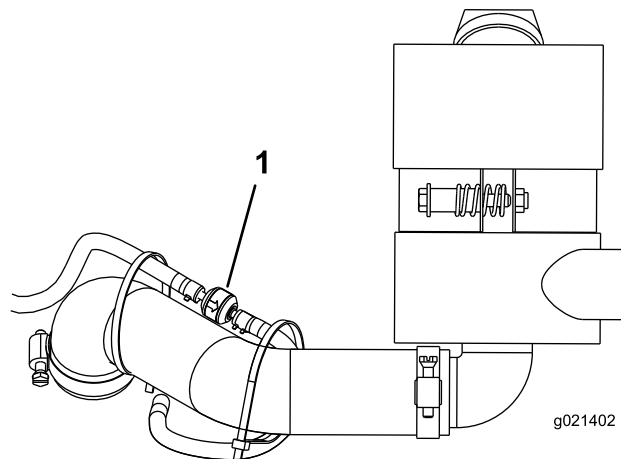

Figura 45
1. Desaperte os grampos que prendem o filtro de ar do recipiente de carbono aos tubos (Figura 45). Os tubos do recipiente de carbono e filtro de ar têm cintas a segurar ao tubo do filtro de ar.
3. Retire e deite fora o filtro de ar do recipiente de carbono (Figura 45). Anote a direcção da seta que aponta para o filtro.